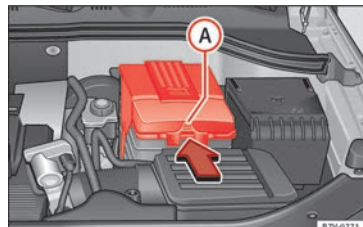

Abb. 172 Im Motorraum: Abdeckung für die Fahrzeugbatterie abnehmen.
- *Bei einer Abdeckung:* In Pfeilrichtung auf die Lasche » **Abb. 172** (A) drücken und die Abdeckung nach oben abnehmen.